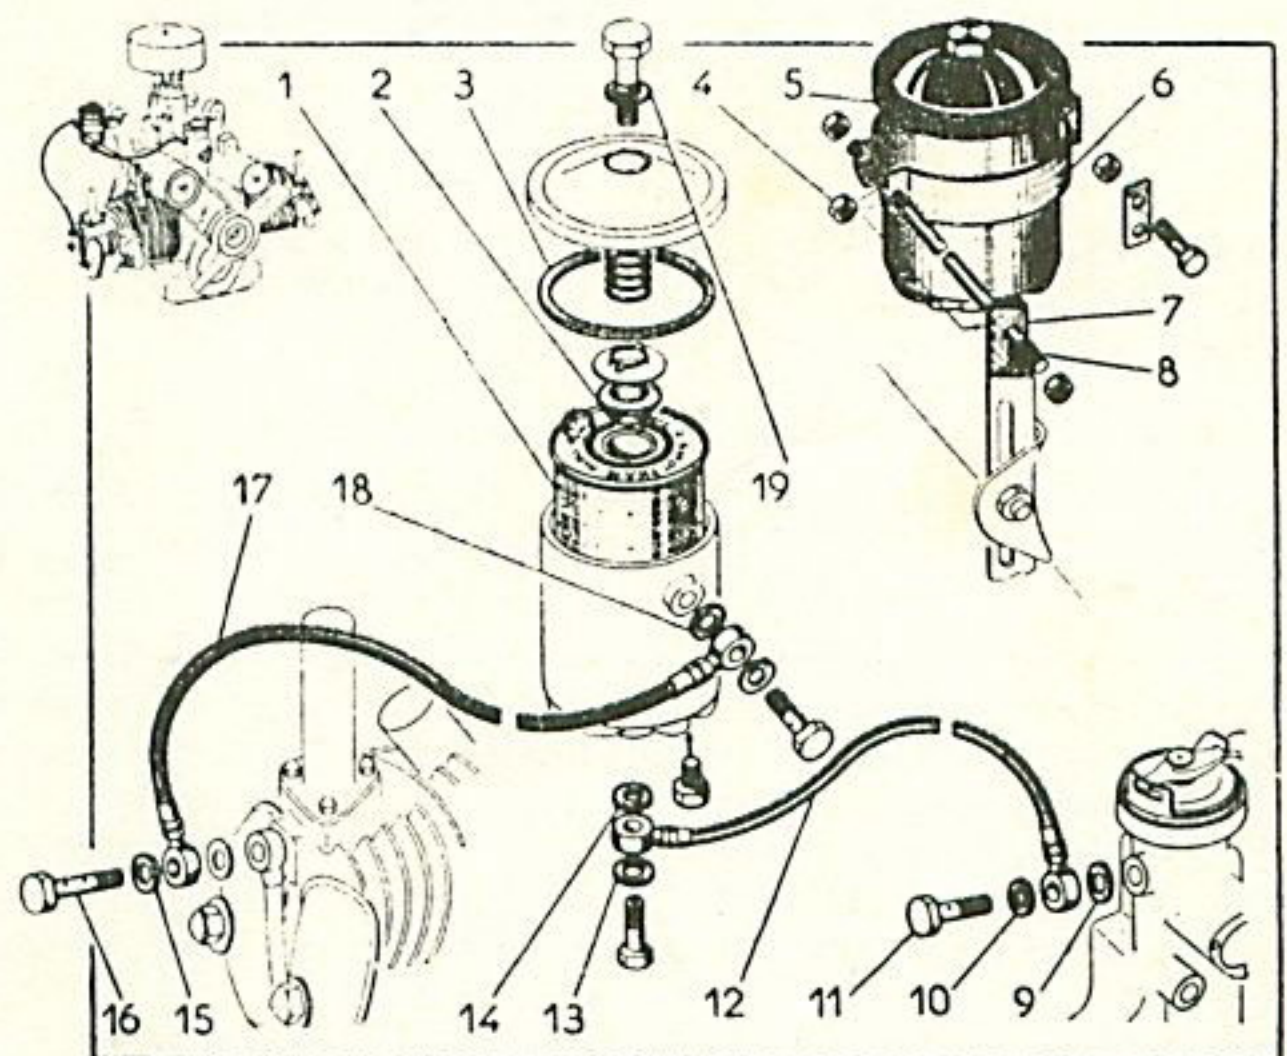

Fig. 28. — Filtre à huile.
- Reposer le moteur sur la voiture (voir au début de l'étude). C'est au cours de cette dernière opération que l'on remontera le ventilateur, sa poulie, les bougies et le filtre d'huile Fram (fig. 28) (si la voiture en comporte un, bien entendu).